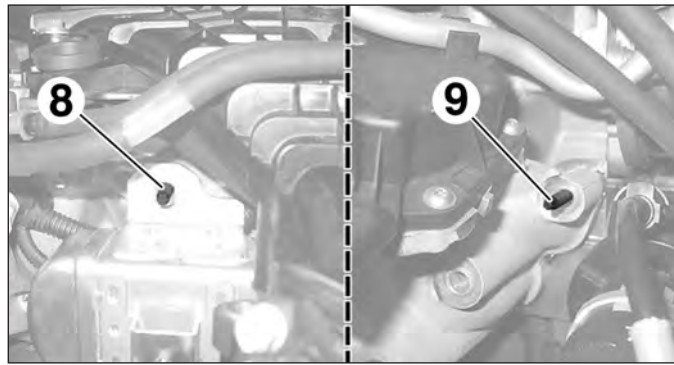

FIG.101
- les goujons (8) et (9) (Fig.101).